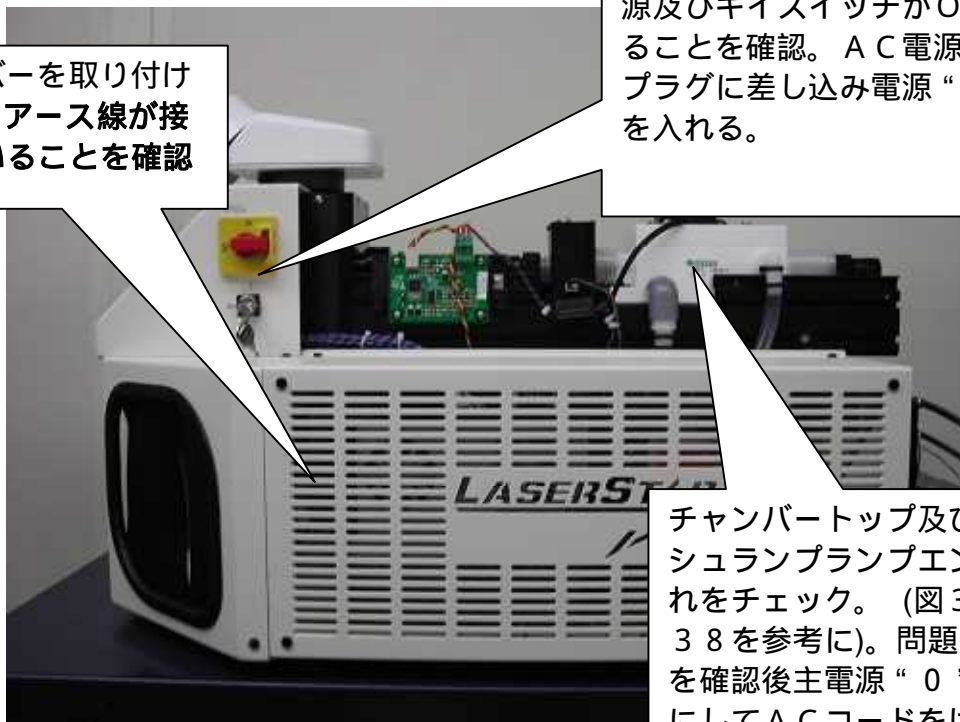

図 38
- 6 個のネジで右パネルを取り付けるがアース線の接続確認を忘れないように。図 38